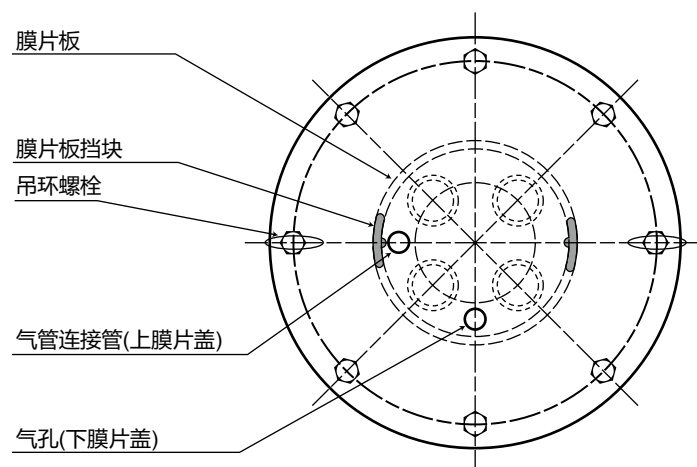

图 4-6 正作用
- (1) 使用 4 个螺栓将膜片盖 (下) 固定到支架上。同时, 如图 4-6 所示设定气孔。对于 PSA1D 执行机构, 将弹簧座固定到膜片盖及支架上。
- (2) 固定弹簧座位置, 然后将弹簧安装到弹簧座上。(参见图 4-6)。
- (3) 将执行机构连杆 (连接着膜片) 插入衬套。请防止衬套内侧或防尘圈被连杆的螺纹部分损坏。如果可能的话, 请用胶带覆盖螺纹部分。
- (4) 转动执行机构的连杆, 将膜片板挡块放在如图 4-6 所示的位置。
- (5) 放置上膜片盖, 然后用一对吊环螺栓对其进行固定。
注: 将气管连接口设定到如图 4-6 所示的位置。交替均匀地拧紧一对吊环螺栓。拧紧这对螺栓可完成弹簧的初始定位。